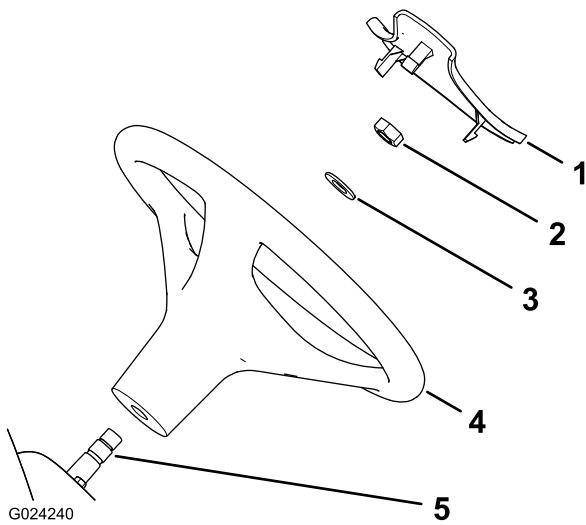

Figura 3
5. Montate la protezione sul volante (Figura 3).
1. Togliete la protezione, se installata, dal mozzo del volante (Figura 3).
2. Togliete il dado dal piantone del volante (Figura 3).
3. Fate scorrere il volante e la rondella sul piantone (Figura 3).